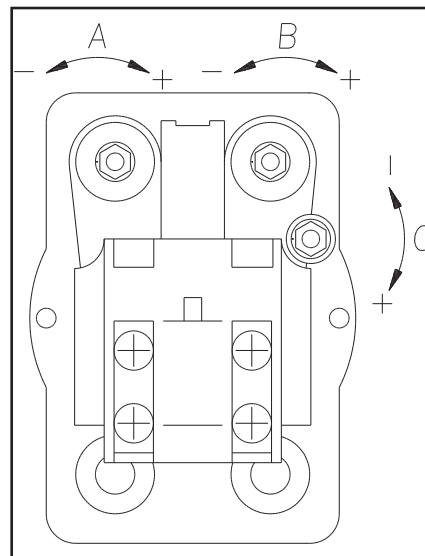

Fig.4
**Regolazione delle pressioni ( fig 4 ) :**
**Réglage des pressions (fig. 4)**